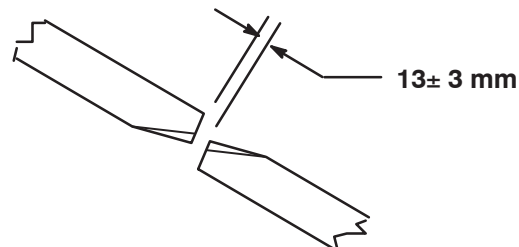

Figure 20
Pour que le plateau de coupe fonctionne correctement, les pointes des lames des plateaux latéraux et central doivent être espacées de 13 ± 3 mm (Fig. 20).
2. Tournez une lame centrale et une lame latérale adjacente pour aligner les pointes des lames. Mesurez la distance entre les pointes des lames. Elle doit être d'environ 13 ± 3 mm (Fig. 20).